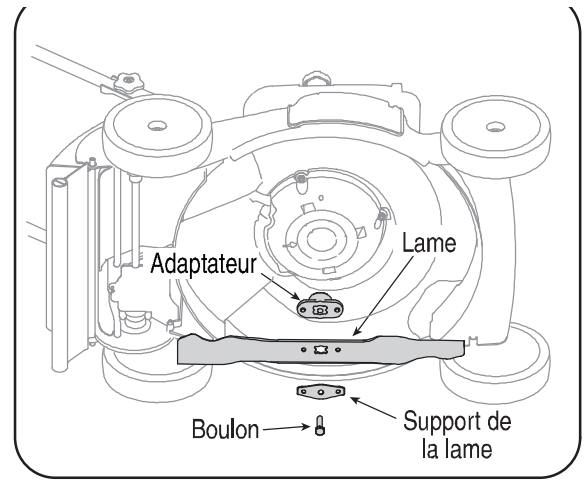

Figure 5-5
2. Enlevez le boulon et le support de la lame qui maintiennent la lame et l'adaptateur sur le vilebrequin. Voir la Figure 5-5.
7. Placez l'adaptateur de la lame sur le vilebrequin, «l'étoile» à l'opposé du moteur. Voir la Figure 5-5. Placez la lame, le côté sur lequel la mention «Bottom» (ou le numéro de pièce) apparaît, à l'opposé de l'adaptateur. Alignez le support de la lame sur celle-ci en enfonçant les pattes dans les trous de la lame, puis insérez le boulon hex.